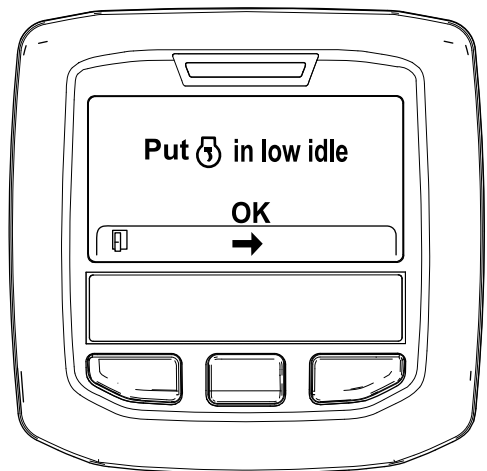

図 46
6. スロットルコントロールを低速アイドル位置にセットして、中央ボタンを押す 図 46。